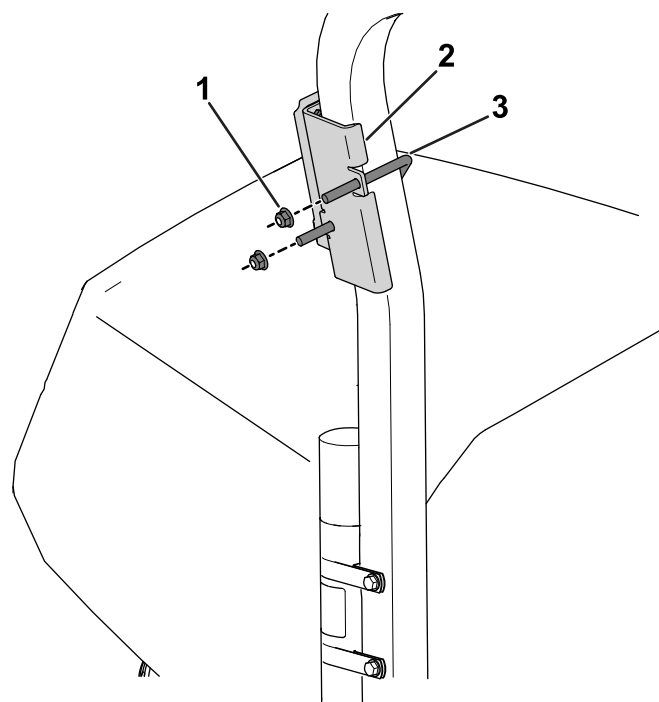

Figura 7
2. Utilice un perno en U y 2 tuercas con arandela prensada ($\frac{3}{8}$ ") para sujetar el soporte del dispositivo encima del tubo del manual de la barra antivuelco (Figura 7).